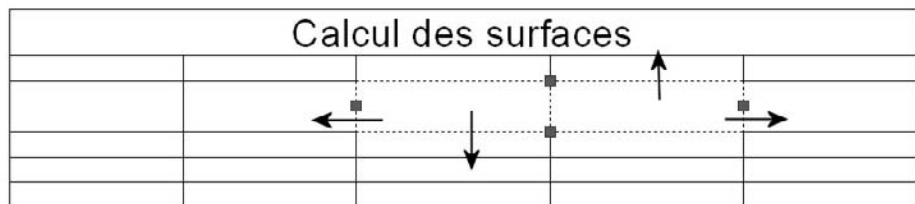

Fig.12.16
- 1 Sélectionner une ou plusieurs cellule(s) à modifier à l'aide d'une des méthodes suivantes (fig.12.16) :